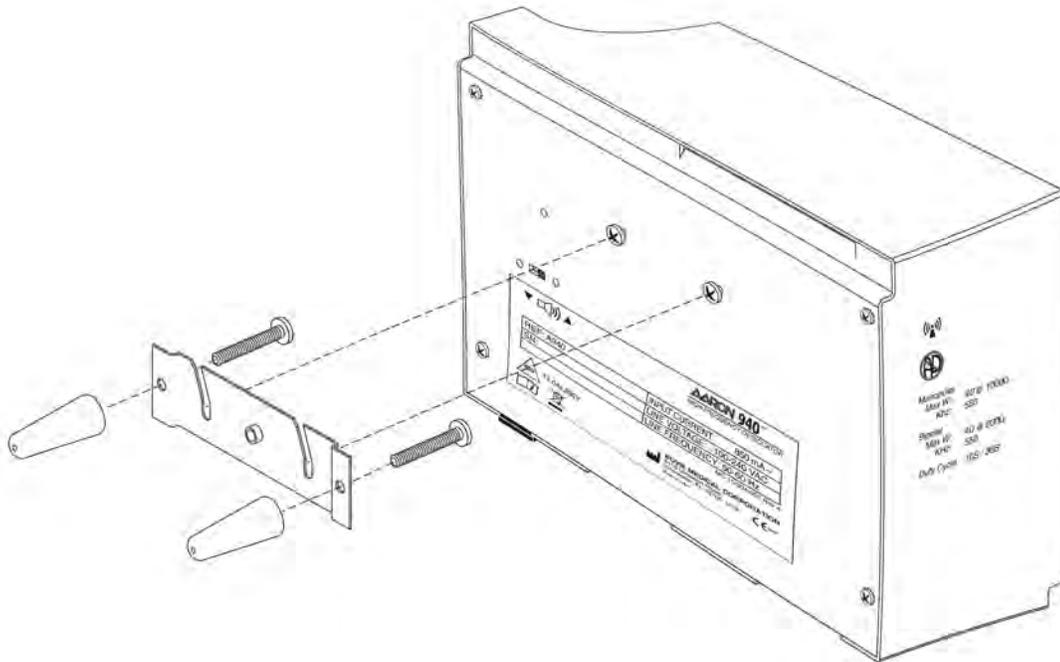

Figura 1
1. Monte del Aaron 940™ en la pared o en el soporte móvil opcional con ayuda del kit de montaje estándar (consulte la figura 1). No utilice la unidad en posición horizontal, dado que se pueden producir derramamiento de líquidos en el interior de la unidad.